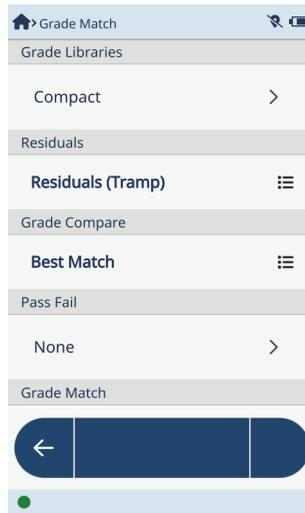

图 2-58 通过失败、牌号比较、残量和牌号库区域
- **Pass Fail**（通过/失败）（参见第73页的图 2-58）。
- **Residuals**（残量）（参见第73页的图 2-58）。
- **Grade Compare**（牌号比较）（参见第73页的图 2-58）。
- **Grade Libraries**（牌号库）（参见第73页的图 2-58）。